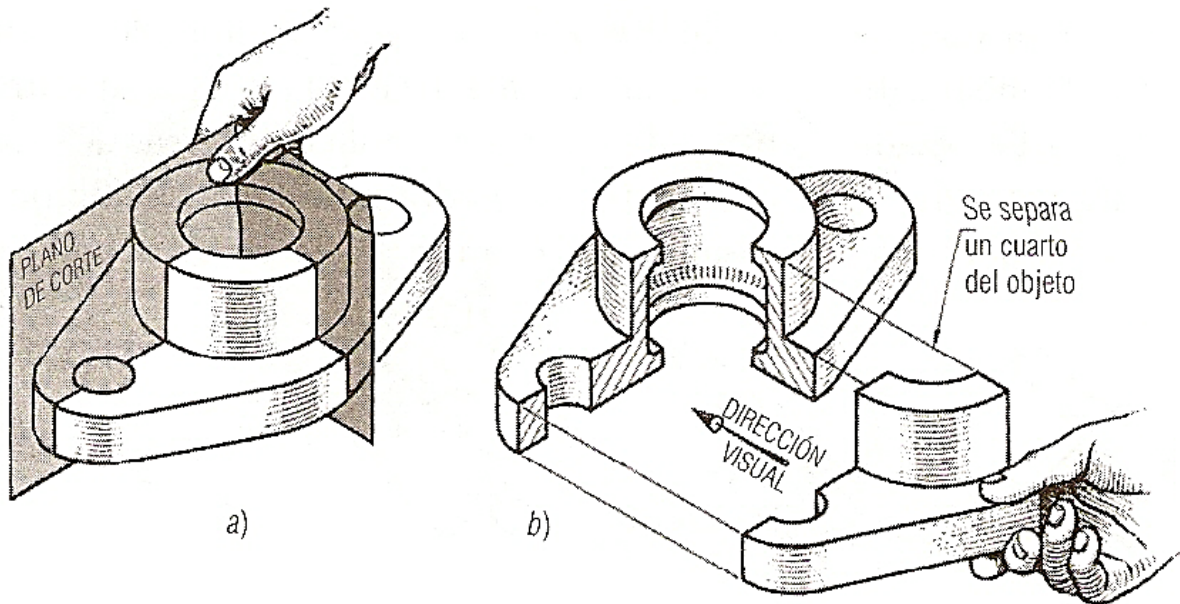
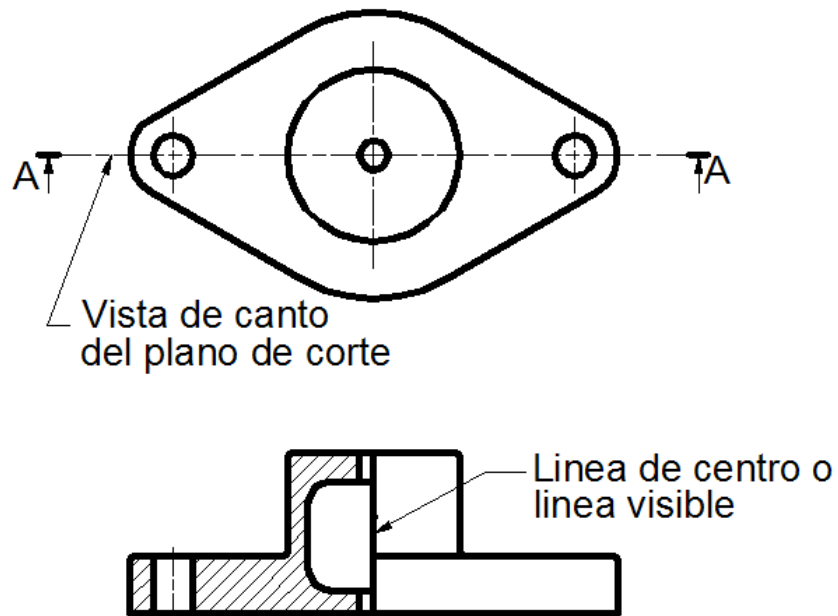

Fig. 16
Fig. 17
12) Las partes simétricas pueden dibujarse, la mitad en vista completa y la mitad en sección, Fig. 16, Fig. 17.